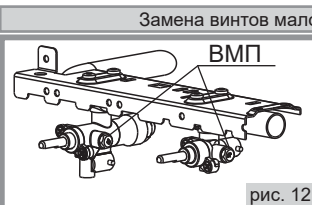

рис. 12
15.2. Проведение замены винтов малого пламени (ВМП) (рис. 12, 13):